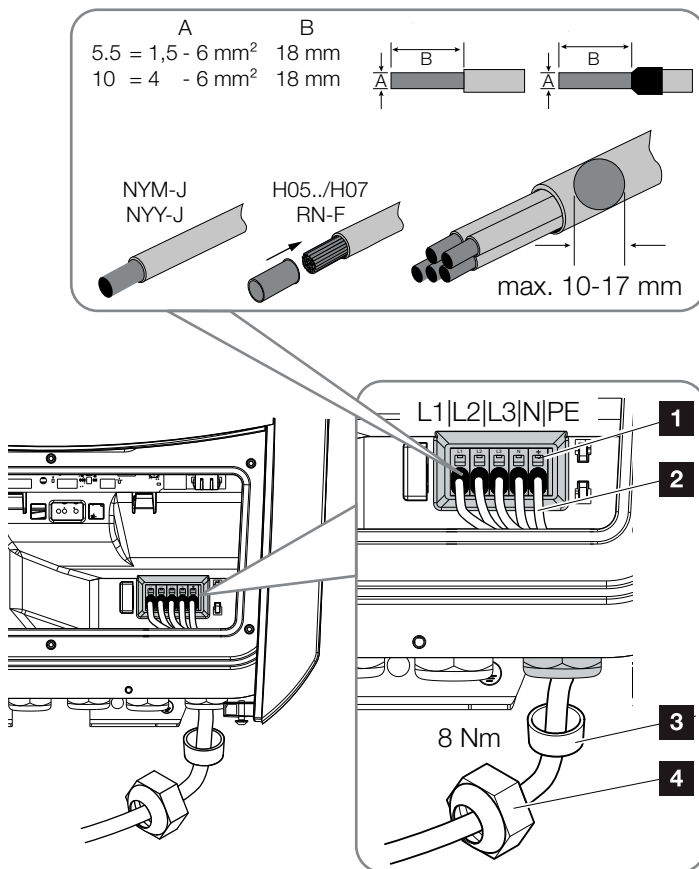

Fig. 21: Conexión del cable de potencia al inversor cargador
9. Conectar los conductores del cable de potencia conforme a la inscripción en el borne de conexión CA. **!** **Fig. 21, pos. 1**